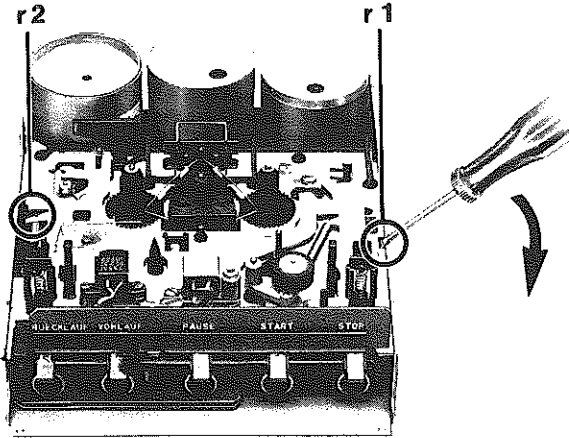
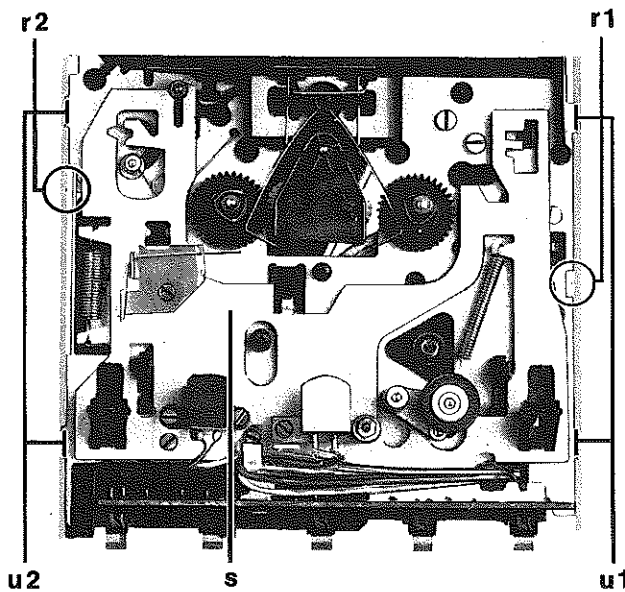
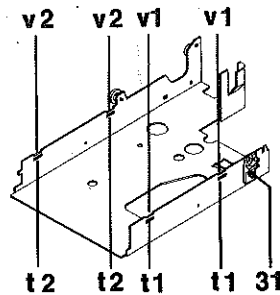

Fig. 4
Fig. 4a
Fig. 5
- Introduire le tournevis dans l'évidement droit r1 (r2) (Fig. 4) sur le châssis s, pousser le côté droit du tiroir vers l'extérieur jusqu'à ce que les deux têtons u1 (u2) (Fig. 4a) du châssis sortent des fentes t1 (t2) (Fig. 5).
8. Démontage du châssis du tiroir cassettes (Fig. 5, 7, 7a)
- Sortir le tiroir en appuyant sur le téton jusqu'à ce que le guide droit 31 (Fig. 5) du tiroir ait complètement dépassé le cran de la glissière 28.